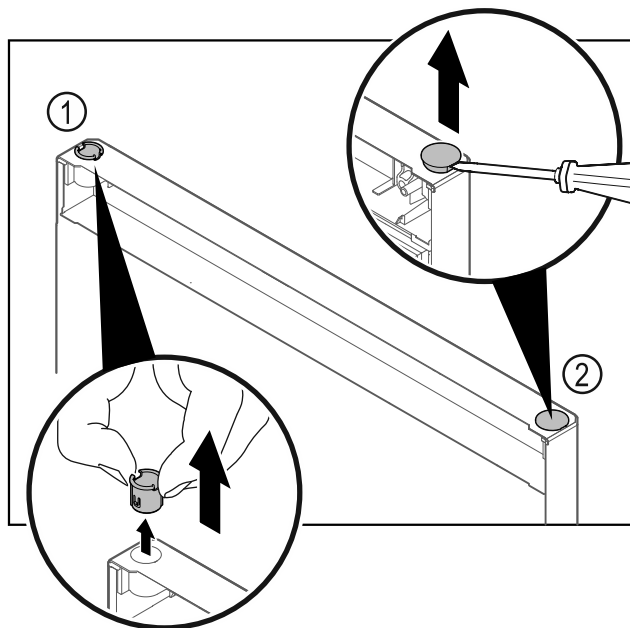

Fig. 26
- ▶ Pušo tečaja Fig. 26 (1) snemite s prsti.
- ▶ S ploščatim izvijačem previdno dvignite krovni čep Fig. 26 (2) in ga izvlecite.